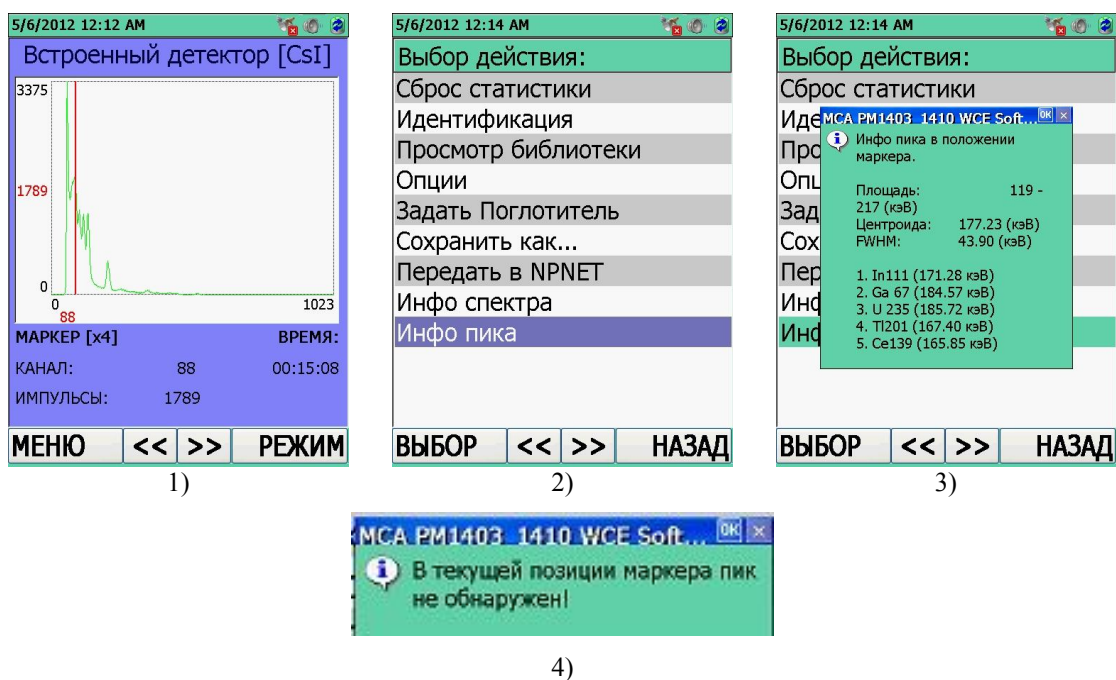

Рисунок 11.17
9) "Инфо пика". Просмотр информации о пике спектра в положении маркера, рисунок 11.17 (1-3): площадь пика спектра, центроида пика спектра, коэффициенты калибровки по FWHM, перечень радионуклидов, в которые может входить данный пик спектра. В случае просмотра информации пика без положения маркера, на ЖКИ появится соответствующее информационное сообщение, рисунок 11.17 (4).